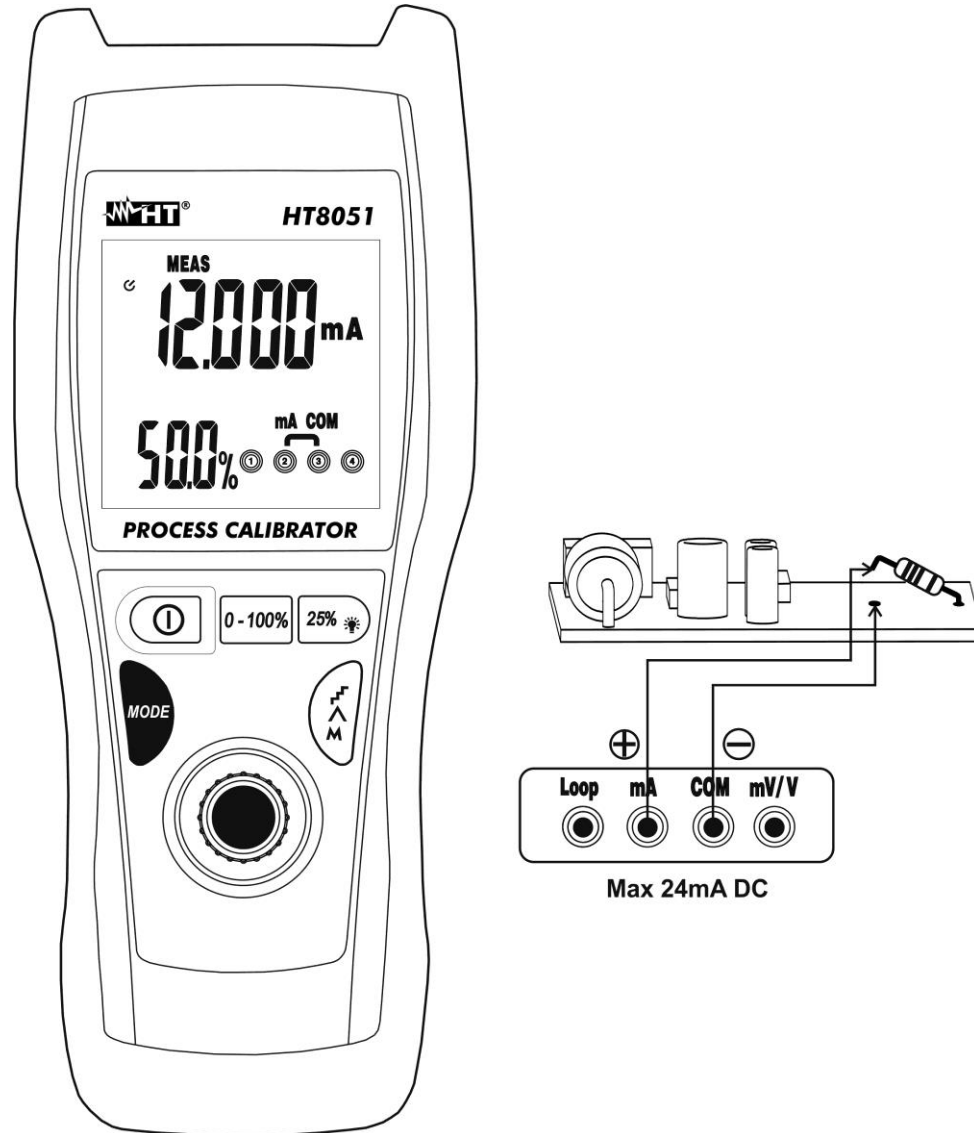

Fig. 5: Misura di corrente DC
4. Collegare il puntale verde ed il puntale nero in serie al circuito del quale si vuole misurare la corrente rispettando la polarità ed il verso della corrente (vedere la Fig. 5)
6. Il messaggio "-OL-" indica che la corrente in esame eccede il valore massimo misurabile dallo strumento. Lo strumento non esegue misure di corrente con polarità opposta rispetto alla connessione di Fig. 5. Il valore "0.000" è mostrato a display